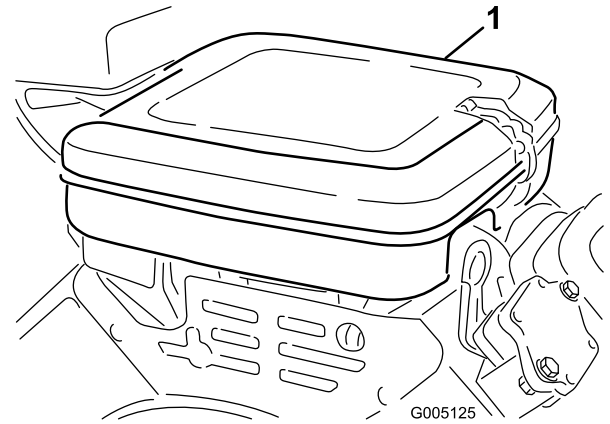

図 46
1. ロック用クリップを取り、エアクリーナ・カバー（図 46）を外す。カバーを丁寧に清掃する。